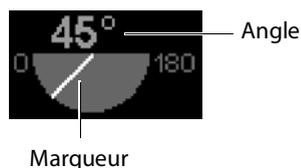

Figure 8 Indicateur de plan de balayage
Un indicateur de plan de balayage sur l'écran de l'échographe montre l'orientation. L'angle du plan de balayage est indiqué par un repère et une valeur. Voir **Figure 8**. L'écran montre l'angle par rapport au monoplan standard, affiché à 0°. L'angle du plan de balayage est compris entre 0° et 180°.
- 4** Vérifier que l'image à l'écran change en fonction des numéros affichés sur l'indicateur du plan de balayage. Voir **Figure 8**.